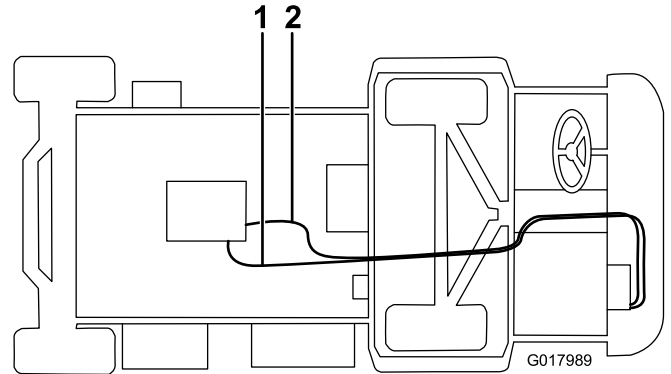

Figura 12
5. Collegate il flessibile lungo alla valvola del riscaldatore con una fascetta stringitubo e posatelo sotto l'unità, sull'asse, quindi collegate al raccordo diritto (Figura 12). Tagliate il flessibile in eccesso per adattarlo.
6. Collegate il flessibile più corto al tubo di riempimento a T bianco con una fascetta stringitubo, posatelo attraverso la fascetta fermacavi a R sulla staffa del riscaldatore e collegatelo al raccordo a T nel flessibile del radiatore inferiore con una fascetta stringitubo (Figura 12). Tagliate il flessibile in eccesso per adattarlo.